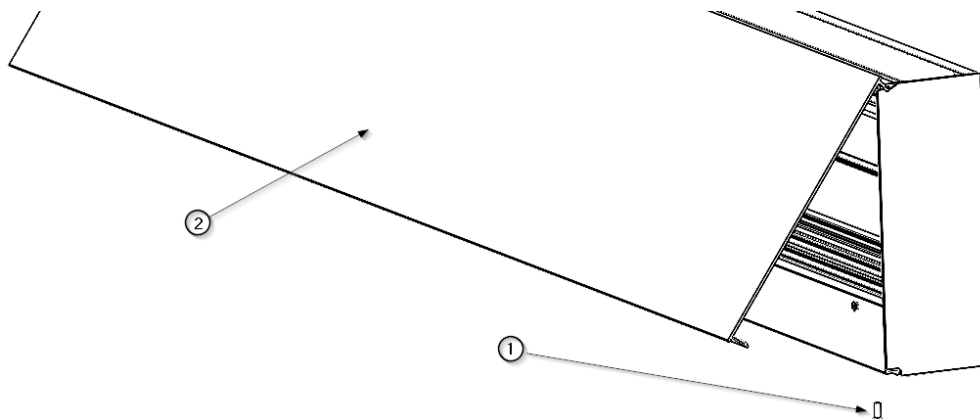

Abb. 1 Entfernen der aufklappbaren Frontabdeckung
- Entfernen Sie die Schraube ①, um die Klappfrontabdeckung ② wie in Abbildung 1 gezeigt zu entfernen. Bewahren Sie sie an einem sicheren Ort auf.